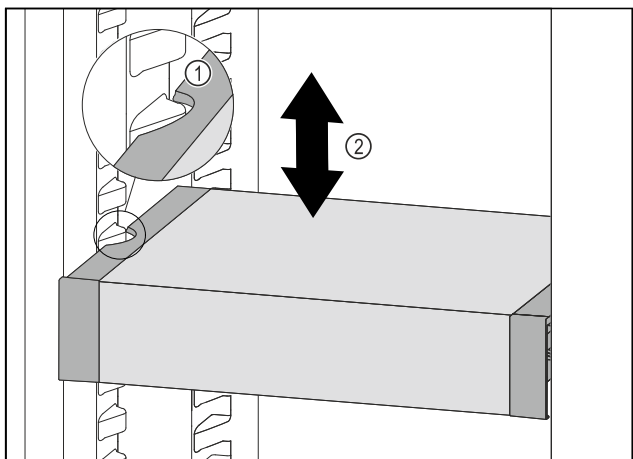

Fig. 198
- Táhněte VarioSafe dopředu, dokud nebudou boční vybrání VarioSafe na úrovni žebrování na nádoby v chladničce. Fig. 198 (1)
- Posouvejte VarioSafe v chladničce nahoru nebo dolů, dokud nedosáhnete požadované výšky. Fig. 198 (2)